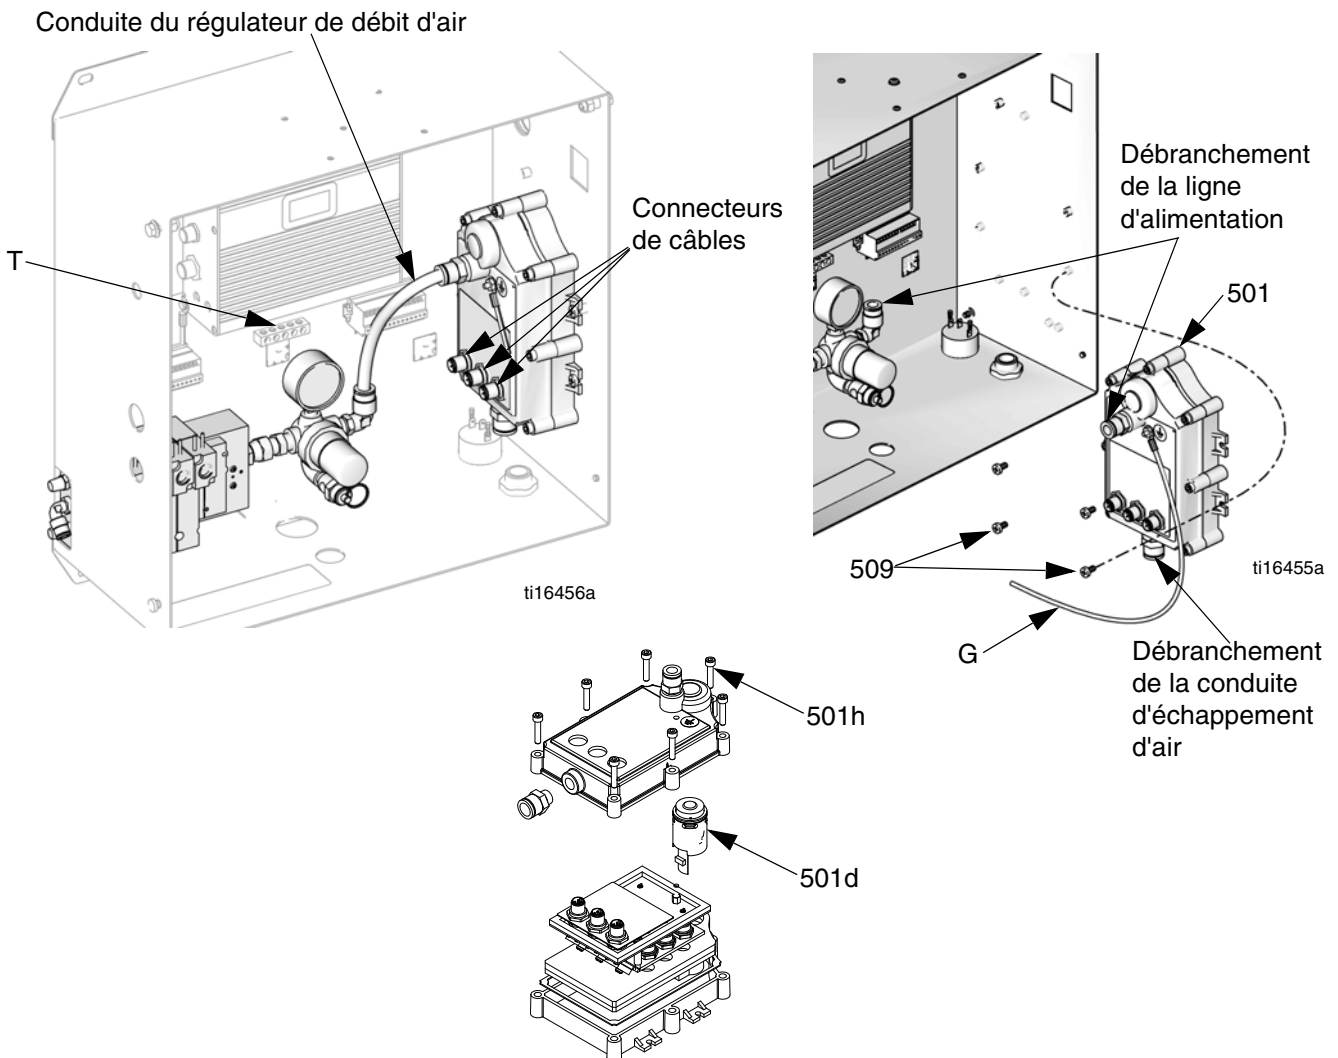

FIG. 9. Retrait du module alternatif (et de la turbine)
3. Voir la FIG. 9. Débrancher le câble d'alimentation du module alternatif (501). Débrancher le fil de terre (G) de la borne de mise à la terre du boîtier de commande (T).
6. Retirer quatre vis (509) afin de retirer l'alternateur du boîtier de commande.